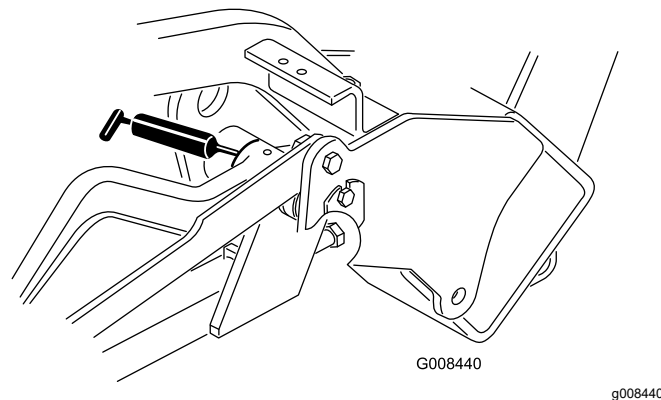

Figura 28
- Braços de elevação (3) (Figura 28)